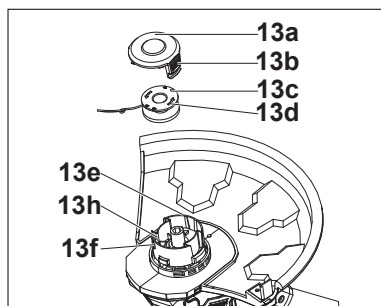

Fig. 32
3. Remova o carretel (13c) da caixa (13e) (Fig. 32).